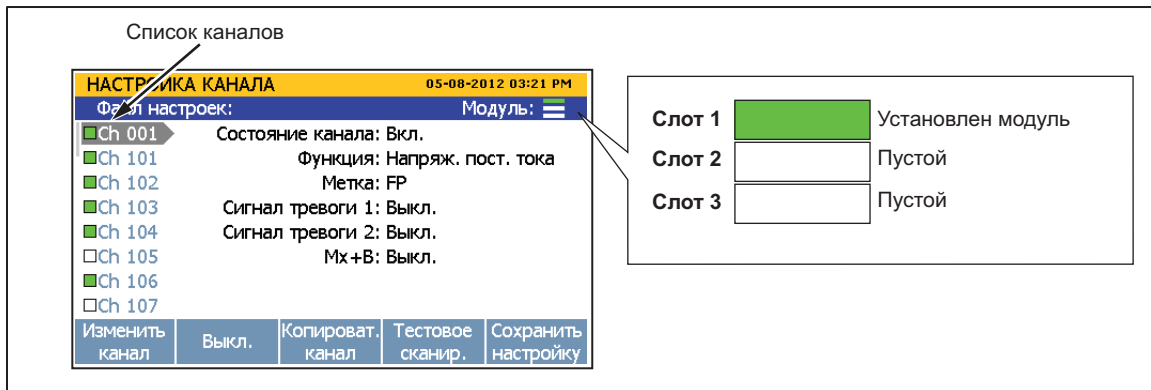

Рисунок 3–3. Индикатор модуля (показан установленный входной модуль)
8. Включите питание сетевым выключателем. После включения питания прибор тестирует подключение ко входному модулю. Если входной модуль распознан, индикатор модуля изменяет цвет на зеленый и отображаются все доступные каналы с левой стороны меню Настройка, как показано на рис. 3–3. Если индикатор модуля не загорается зеленым, обратитесь к информации по поиску и устранению неисправностей в Главе 4.
Номер канала (Ch) имеет числовой идентификатор, связанный с парами клемм на входном модуле. Номер канала входа определяется номером слота входного модуля (1, 2 или 3), а далее следует номер клеммы подключенного входа (с 1 по 22), как показано на рис. 3–4. Входы на передней панели жестко привязаны к каналу Ch001. Далее приведено несколько примеров определения номера канала входа: